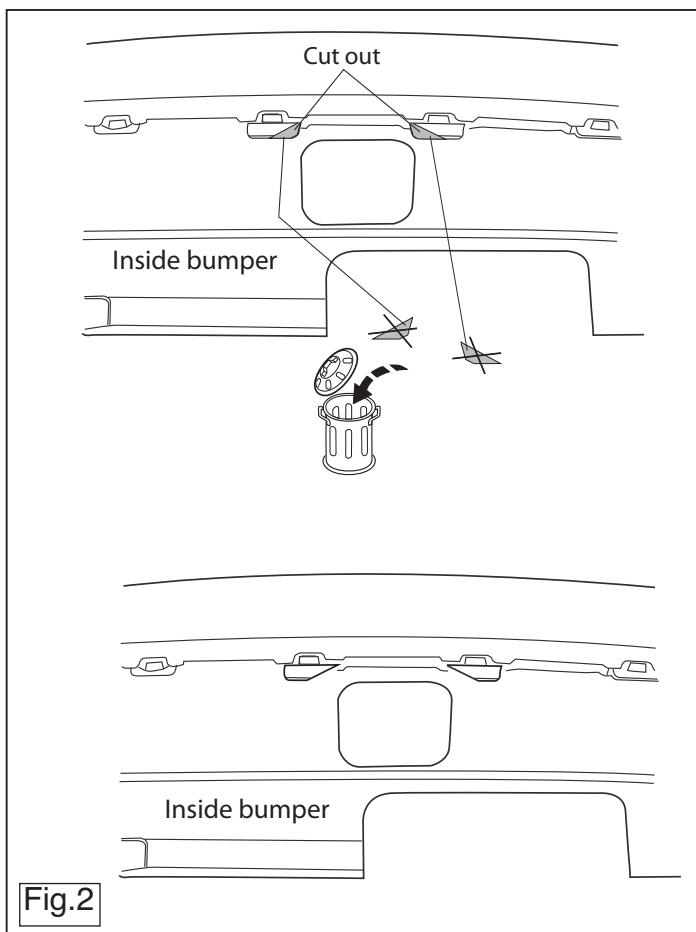

Fig.2
7. Saw out the portions as indicated in fig. 2.
1. Momentdrag alla skruvar och muttrar enligt fig. 2.
7. Säga ut delarna enligt fig. 2.
7. Scier les parties indiquées conformément à la figure 2.